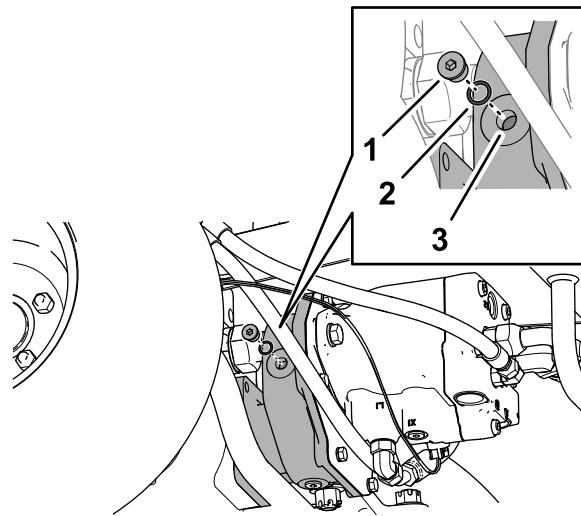

Bild 135
2. Entfernen Sie die Prüf-/Füllschraube auf der linken Seite des Untersetzungsgetriebes (Bild 135).